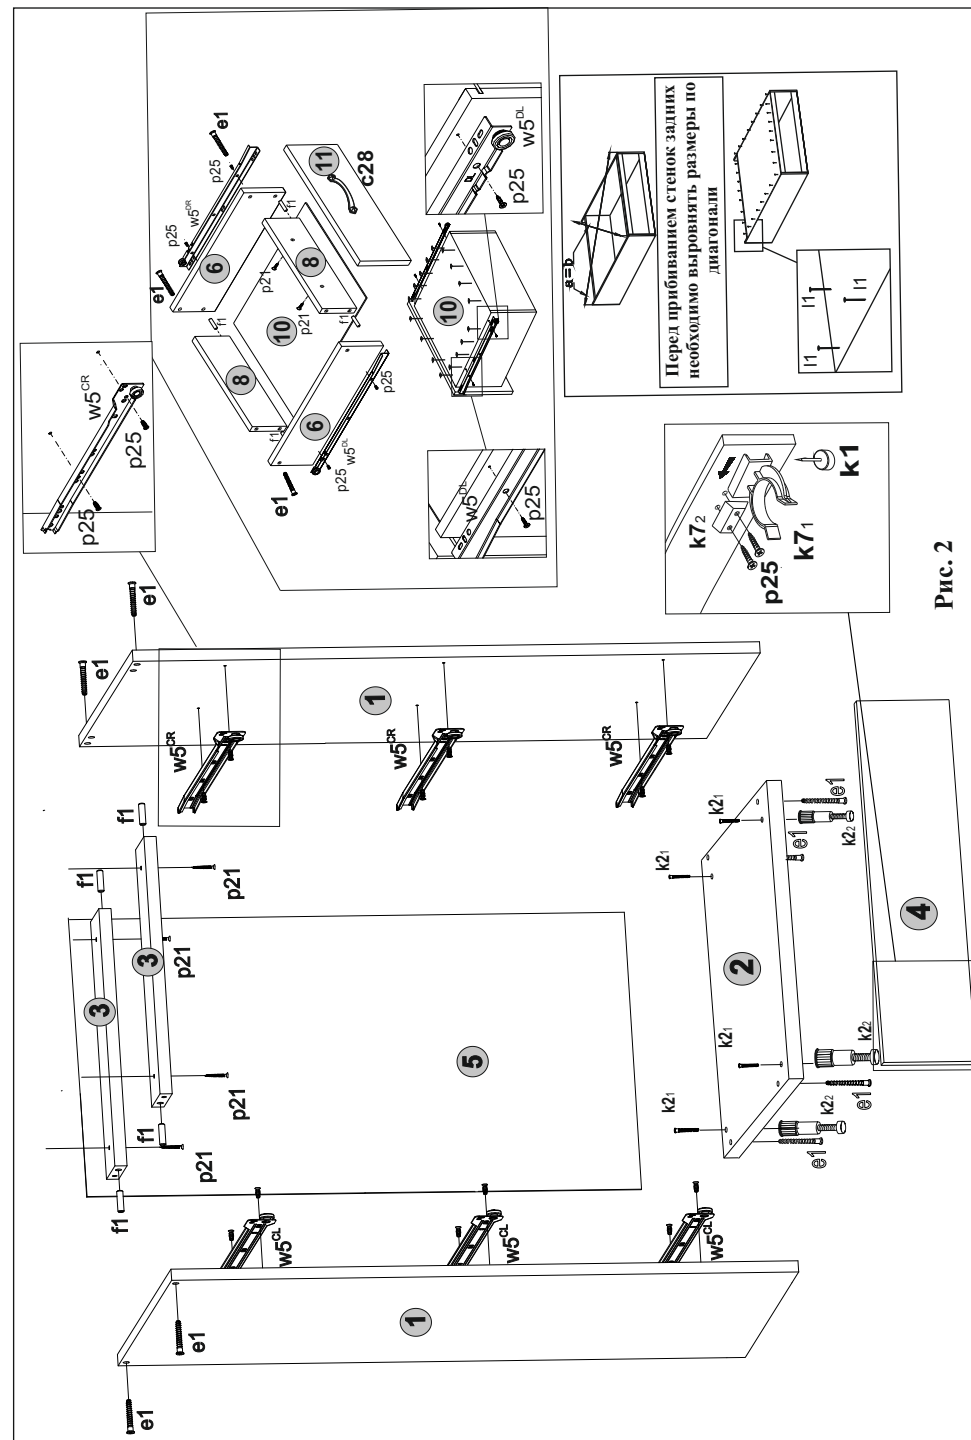

Рис. 2
3.2 В отверстия диаметром 8 мм на торцовых кромках планок соединительных 3 вбить деревянные шканты f1 (см.рис. 2).